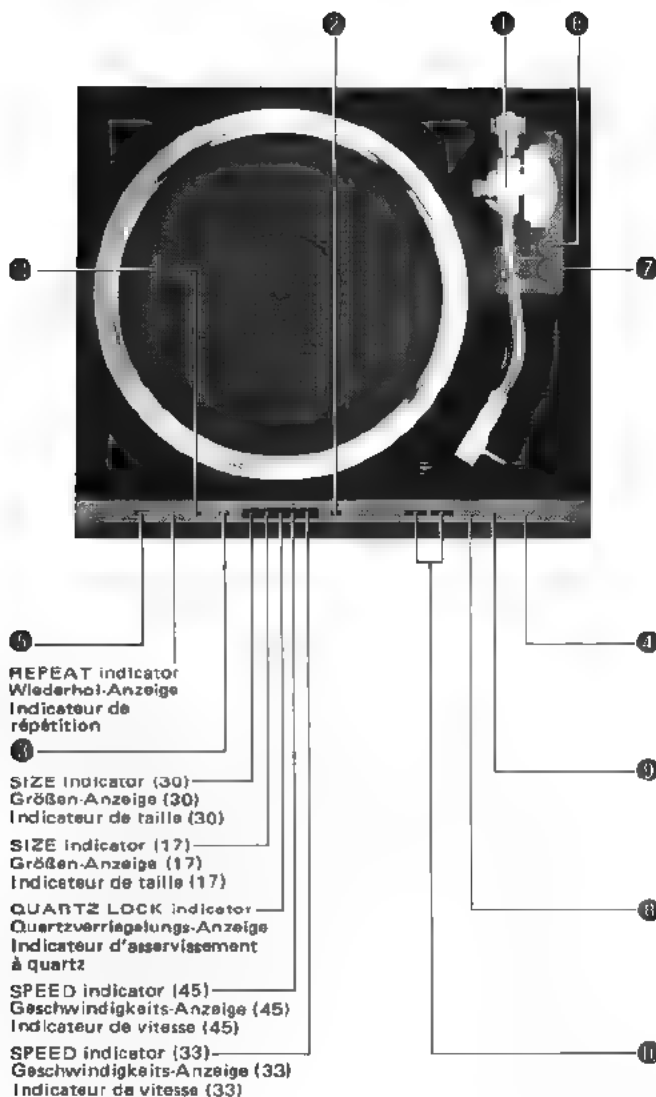

Fig. 19 Abb. 19
1. Legen Sie eine Schallplatte auf den Plattenteller und lösen Sie die Klemme der Tonarmaufgabe. (Abb. 19)
1. Placer un disque sur le plateau de la platine et libérer l'étrier. (Fig. 19)